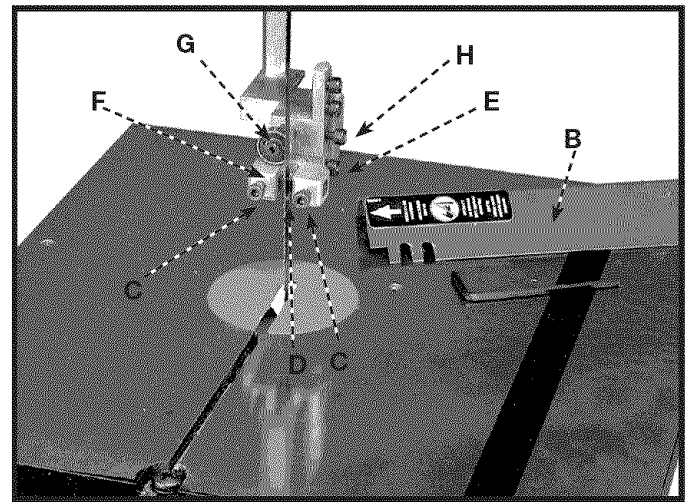
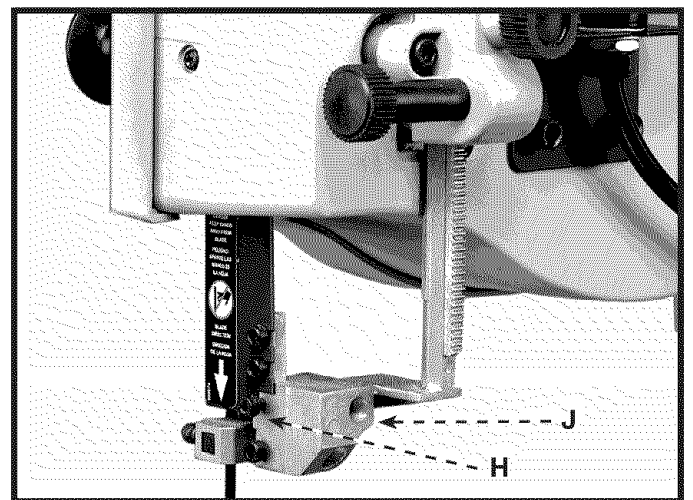

Fig. 27
Fig. 28
⚠ AVERTISSEMENT Débrancher l'appareil de la source d'alimentation. Upper blade guard (b) Fig. 27 is shown removed for clarity. Always make sure the upper blade guard is installed and properly adjusted before operating the band saw.
1. Desserrer les deux vis (C) fig. 27, et régler les guides de lame (D) aussi près que possible des côtés de la lame de scie en étant prudent de ne pas pincer la lame Serrer les deux vis (C).
2. Desserrer la vis (E) fig. 27, et déplacer le support du guide (F) vers l'intérieur ou vers l'extérieur jusqu'à ce que le bord avant des guides (D) soient juste derrière les « gorges » des dents de lame. Resserrer la vis (E).
3. Le roulement d'appui supérieur (G) fig. 27, empêche que la lame de scie soit poussée trop loin lors de la coupe. Le roulement d'appui (G) doit être réglé environ à 0,8 mm (1/32 po) derrière la lame. La lame devrait également chevaucher le diamètre externe du roulement d'environ 3,2 mm (1/8 po). Pour effectuer un réglage :
4. Desserrer la vis (H) fig. 28, et coulisser le roulement d'appui (G) vers l'intérieur ou vers l'extérieur jusqu'à ce qu'il soit à environ 0,8 mm (1/32 po) derrière la lame de la scie.
5. Le roulement d'appui supérieur (G) fig. 27, est réglé sur un arbre à excentrique. Pour modifier la position du roulement (G), utiliser un tournevis droit pour tourner l'arbre (J) fig. 28, jusqu'à ce que la lame chevauche correctement le roulement d'appui. Puis serrer la vis (H).